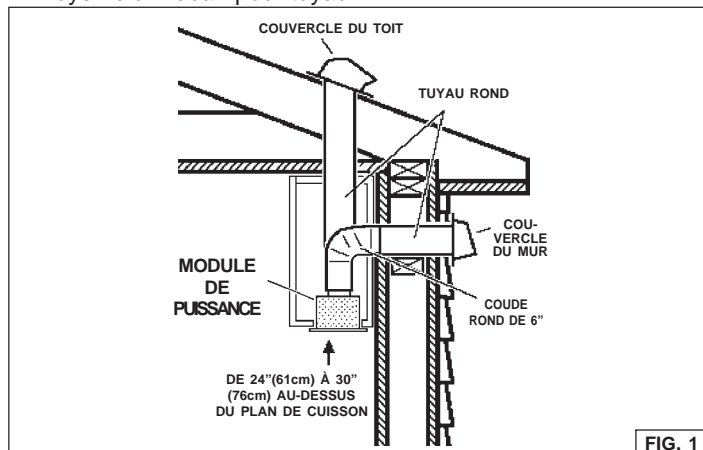

FIG. 1
1. Déterminez où le tuyau rond doit être installé, entre votre hotte et l'extérieur (Réf. Figure 1).